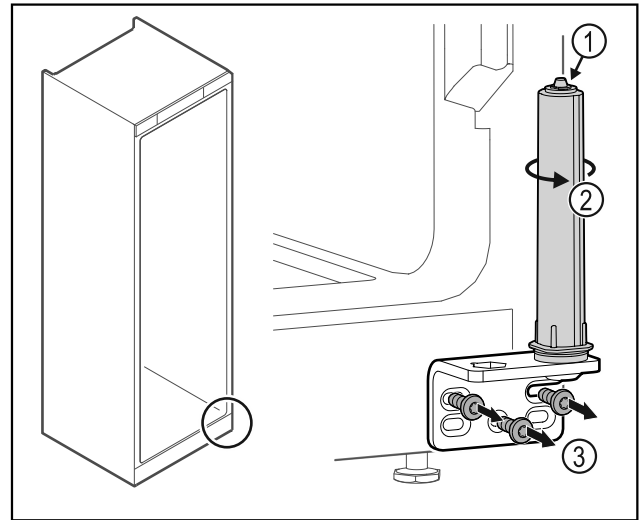

Fig. 30
- ▶ Türschließsystem nicht zerlegen Fig. 30 (1).
- ▶ Schließsystem Fig. 30 (2) drehen, bis es klickt.
- ▶ Scharnierwinkel Fig. 30 (3) abschrauben.